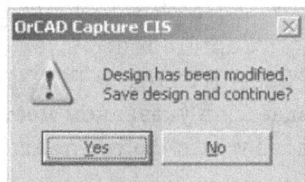

Рис. 21.61. Запрос о сохранении дизайна
9. Нажмите кнопку ОК в диалоговом окне Backannotate. Появится сообщение с запросом, чтобы сохранить изменённый дизайн до создания нового списка соединений и файл .swp (рис. 21.61).